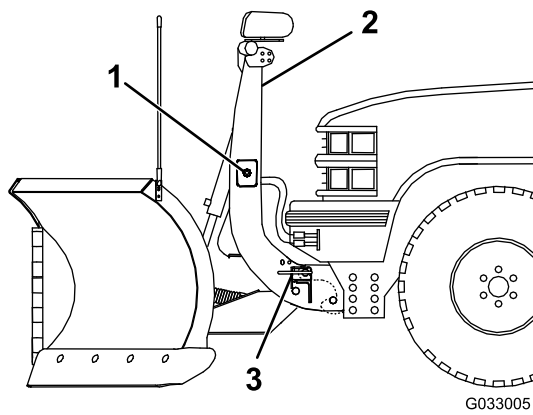

Bild 34
5. Drücken Sie den SmartHitch2-Schalter an der Seite der Kupplungssäule nach oben, um die Federstifte zu lösen, und dann nach unten, um die Säule ganz abzusenken (Bild 34).